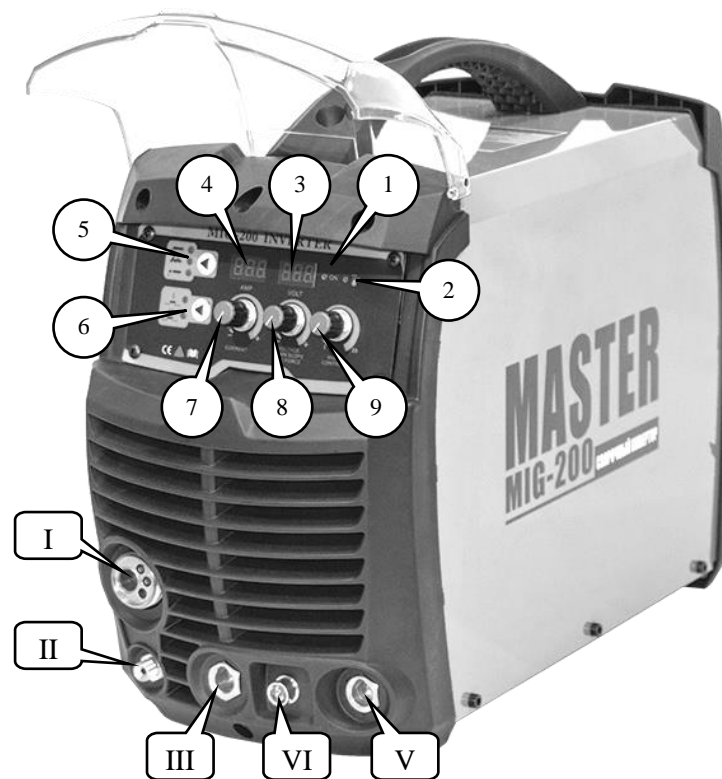

Рис. 1. Расположение органов управления и индикации.
- Подключить сварочную горелку к евроадаптеру I (Рис. 1) сварочного аппарата.
- Подключить силовой разъем держателя электродов к разъему III (Рис. 1) сварочного аппарата.
- Подключить силовой разъем держателя электродов к разъему V (Рис. 1) сварочного аппарата.
- Подключить разъем горелки к разъему II (Рис. 1) сварочного аппарата.